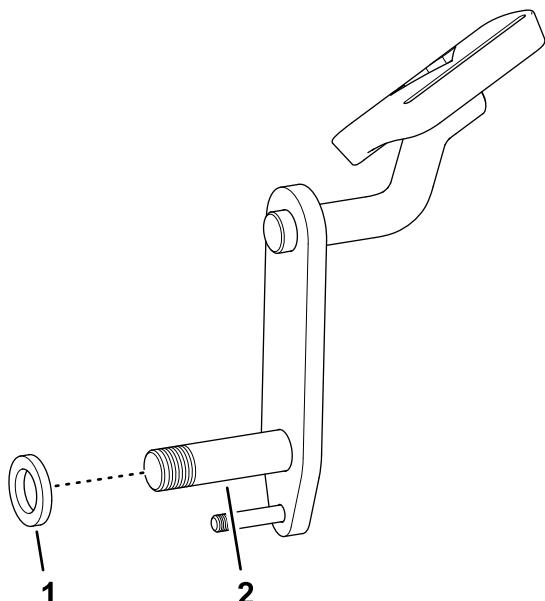

**Figura 9**
6. Montate la staffa orientabile sul poggiapiedi (Figura 9) con 3 bulloni a testa esagonale (5/16" x 3/4") e 3 dadi di bloccaggio (5/16").